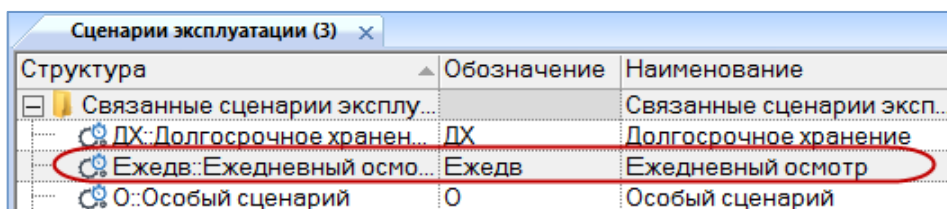

Рис. 18-10 – Окно «Сценарии эксплуатации»
7) Созданный сценарий отображается в папке «Связанные сценарии эксплуатации» в рабочем окне «Сценарии эксплуатации» (рис. 18-10).